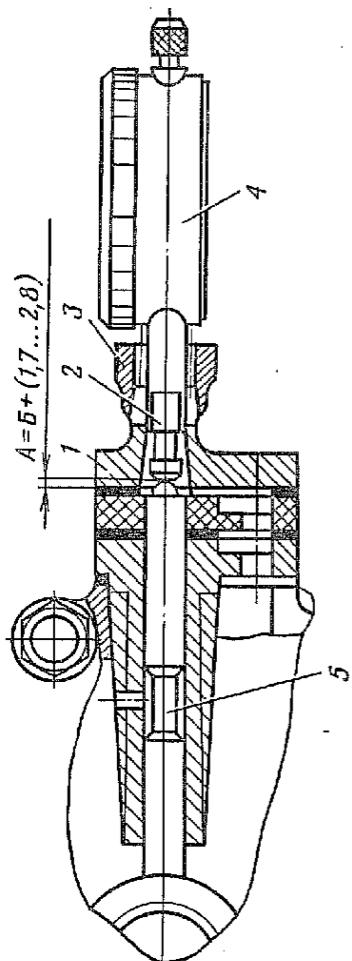

Рис. 47. Приспособление для замера выступления штанги привода топливного насоса:
2.4. Установить приспособление (рис. 47) для замера выступания штанги привода топливного насоса на шпильки и закрепить гайками (приспособление, головка 13, вороток).